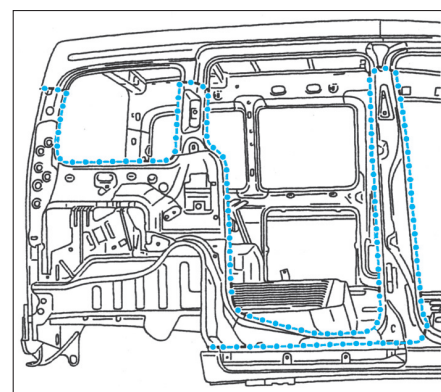

FIG. 86
- Redresser les bords d'accostage et les protéger par un apprêt soudable (Fig.86).